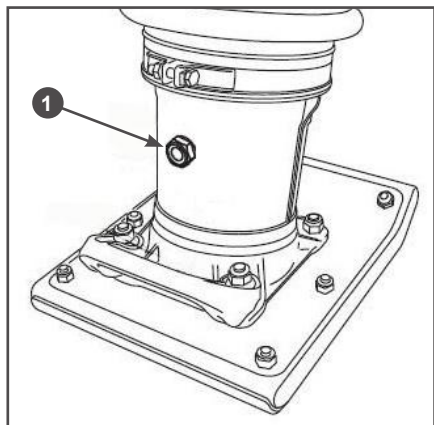

Рис. 19 Замена масла в рабочем цилиндре
Слив масла из рабочего цилиндра и заправка масла в рабочий цилиндр осуществляются через отверстие для контроля уровня масла с задней стороны рабочего цилиндра (Рис. 19).
4. Выкрутите пробку 1 и слейте масло в подготовленную для этого емкость (Рис. 19). Поднимите нижнюю часть вибротрамбовки за трамбовочный башмак для того, чтобы полностью слить масло из рабочего цилиндра.
8. Закрутите пробку 1 со смотровым отверстием для контроля уровня масла и верните вибротрамбовку в рабочее положение (Рис. 19).